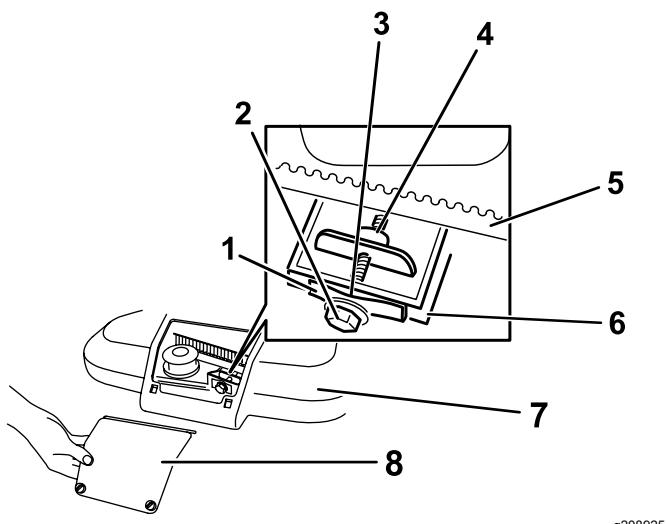

Figura 32
1. Afloje un cuarto de vuelta los 2 cierres del panel de acceso a la cubierta de la correa y retire el panel (Figura 32).
Nota: Si hay un espacio visible entre la galga y el muelle, apriete el perno de ajuste y la contratuerca hasta que la galga apenas pueda deslizarse libremente por el espacio (Figura 32).